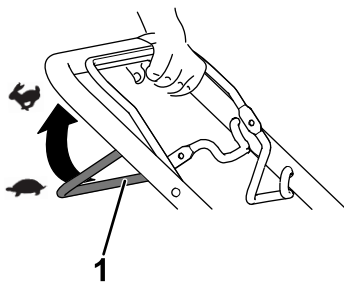

Figura 17
3. Para activar la transmisión autopropulsada, apriete la barra de autopropulsión (Figura 17).